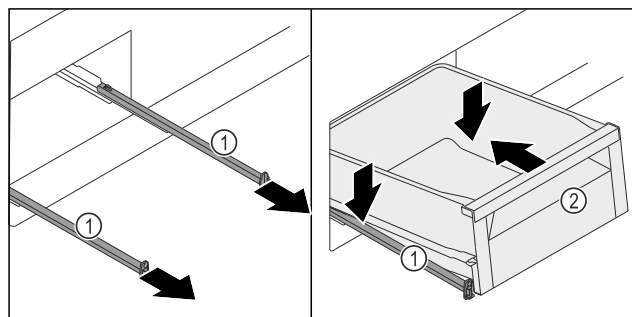

Fig. 259
- Træk skinnerne Fig. 259 (1) ud.
- Hold fast i skinnerne Fig. 259 (1), og sæt skuffen Fig. 259 (2) skråt oppefra på skinnerne Fig. 259 (1).
- Skub skuffen Fig. 259 (2) ind til anslag på skinnerne Fig. 259 (1).